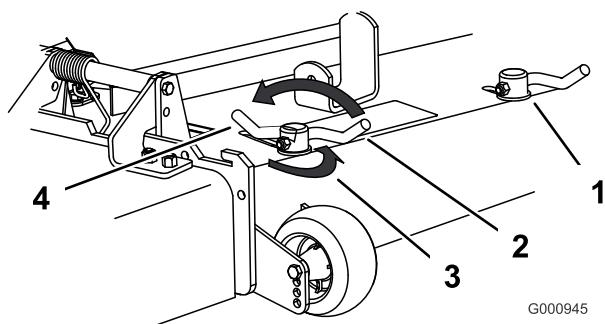

Figura 23
3. Para ajustar los bloquitos de leva, levante la palanca para aflojar el bloquillo de leva (Figura 23).
5. Devuelva la palanca a su posición original para apretar el deflector y los bloquitos de leva (Figura 23).